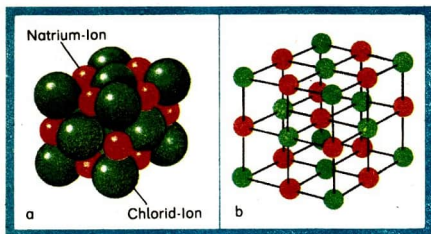

Abb. 3 Modelle des Natriumchloridkristalls
Ionenkristalle können durch verschiedene Modelle veranschaulicht werden (Abb. 3). ③ ④ ⑤ ⑥
- ① Ordne folgende Stoffe je einer Stoffklasse zu: Natrium, Zink, Schwefeldioxid, Wasser, Kaliumchlorid und Natriumchlorid! Begründe deine Zuordnung!
- ② Nenne wichtige Salzlagerstätten der Deutschen Demokratischen Republik!
- ③ Welche Massen entsprechen den Stoffmengen folgender Stoffproben:  $n_{\text{H}_2} = 1 \text{ mol}$ ,  $n_{\text{NaCl}} = 2 \text{ mol}$  und  $n_{\text{Mg}} = 0,5 \text{ mol}$ ?
- ④ Welche Stoffmengen entsprechen a) 20 g, 40 g und 80 g Magnesiumoxid und b) 416 g und 2080 g Bariumchlorid?
- ⑤ Vergleiche den Bau von Natriumchlorid, Chlor und Natrium!
- ⑥ Beschreibe anhand der Abbildung 3 die Anordnung der Ionen im Natriumchloridkristall!
① ② ③